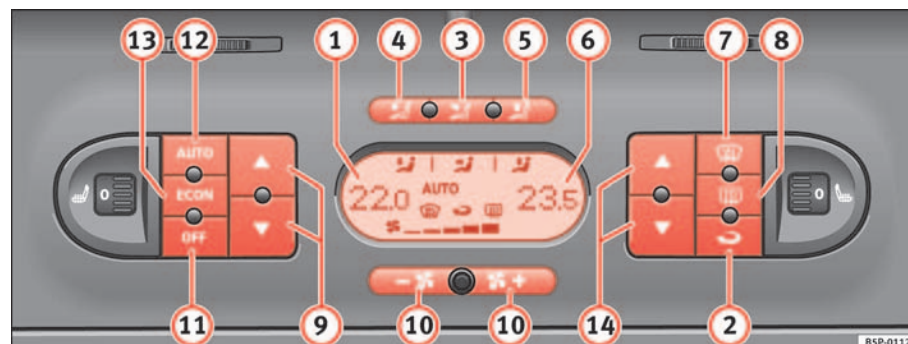

Fig. 126 Mandos del 2C-Climatronic en el tablero de instrumentos
⇒ página 159, fig. 126 (3) al (5), la tecla **ECON** o pulse las teclas de la turbina (10). El símbolo **AUTO** desaparecerá del display.
- Pulse la tecla  ⇒ **página 159, fig. 126 2** para conectar o desconectar la recirculación de aire. Está conectada si en el display aparece el símbolo .